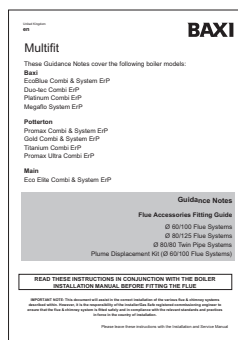

Fig. 15a
8.6 Flue Accessories (Fig. 15a)